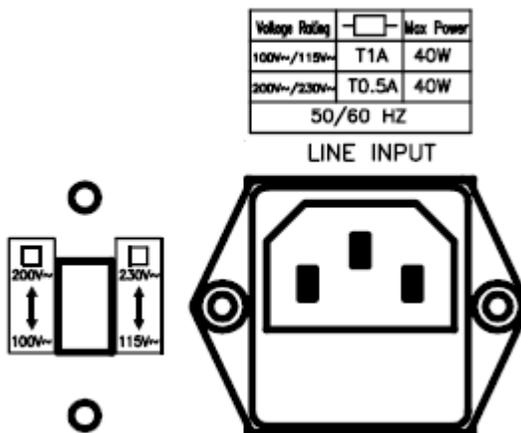

図2-1 スイッチの設定
- 2.2.2 図2-1のリアパネルの図を参照し、正しい電圧へ切り替えてください。